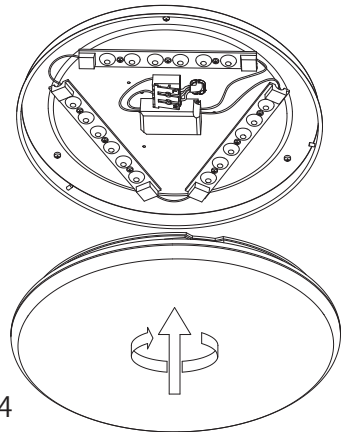

Bild 4
5. **Bild 4:** Die Kuppel auf die Grundplatte aufsetzen (Bajonett-Verriegelung).